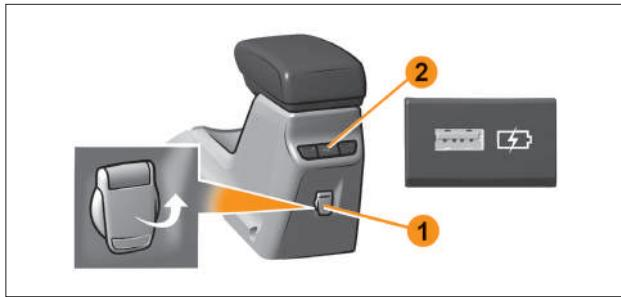

Рис. 4. Органы управления на задней стенке центрального подлокотника
Для подключения дополнительного электрооборудования в автомобиле предусмотрены две дополнительные розетки. Одна розетка устанавливается на задней стенке централь-ного подлокотника (рис. 4, поз. 1), вторая – в багажнике. Позицией 2 (рис. 4) указано место розетки USB для задних пассажиров (**в вариантом исполнении**).
В вариантом исполнении автомобиля LADA Vesta для зарядки аккумуляторов внешних периферийных устройств (планшетный компьютер, смартфон) предусмотрена розетка USB (рис. 4, поз. 2) с номинальным напряжением 5 вольт (V). Для подключения заряжаемого устройства должен быть использован разъем USB, тип A.